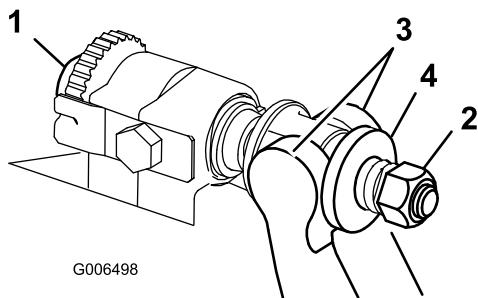

図1
2. ベッドバー調整ねじを左に回してベッドナライフとリールの接触をなくす(図1)。
3. スプリングテンションナットをゆるめて、ワッシャがベッドバーを全く押さないようにする(図1)。